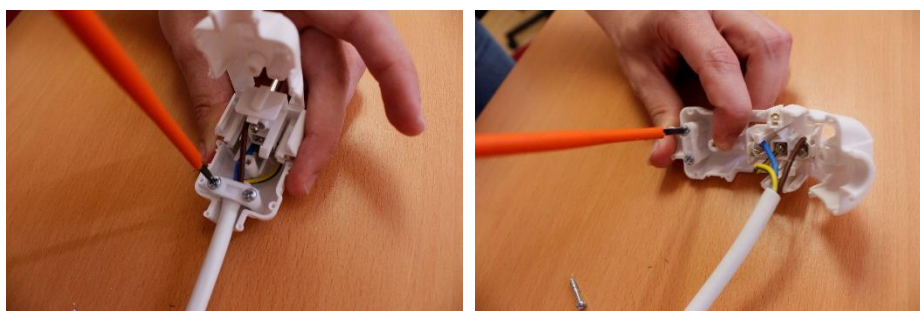

Figura 106. Fijación del cable a la toma Schuko con la abrazadera.
3. Se retira la mordaza que se usa para fijar el cable a la toma Schuko y evitar así que se pueda salir y desprender de su interior. Cuando se haya retirado, se introduce el cable y se vuelve a colocar de modo que el cable quede perfectamente sujeto, pero con cuidado de no cortar el cable como se puede ver en la Figura 106.